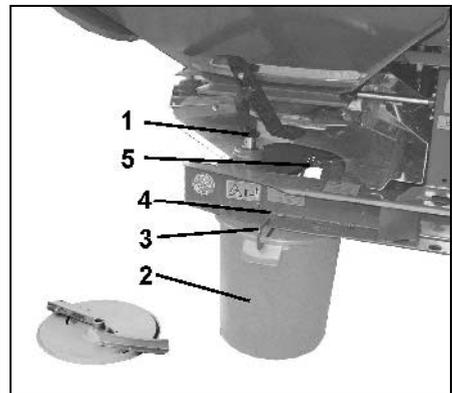

Fig. 24
- Flügelmutter (Fig. 24/1) zur Befestigung der linken Streuscheibe heraus-schrauben und Streuscheibe von Getriebewelle abziehen.
Auffangbehälter (Fig. 24/2) mittels Bügel (Fig. 24/3) in die Aufnahmen (Fig. 24/4 und Fig. 24/5) am Rahmen einhängen.